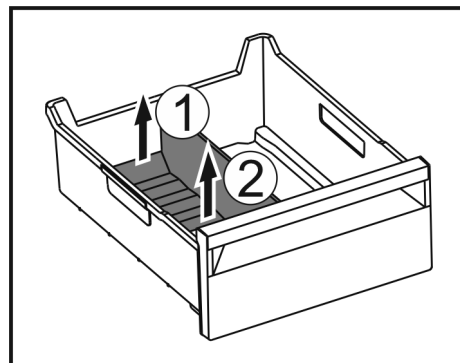

Fig. 157
- ▶ Hinteren Teil des Eisfach-Trenners anheben. Fig. 157 (1)
- ▶ Eisfach-Trenner nach oben entnehmen. Fig. 157 (2)